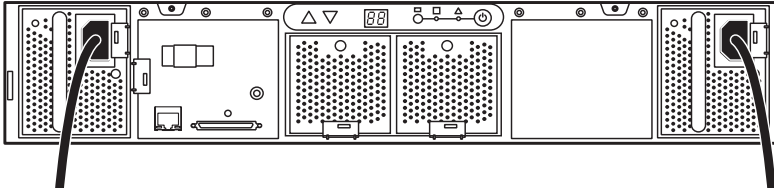

Figure 30 Connexion de l'alimentation des baies de stockage au secteur
6. Reliez l'alimentation de la baie de stockage gauche au secteur à l'aide du cordon fourni. Reliez l'alimentation de la baie de stockage droite au secteur à l'aide du cordon fourni (Figure 30).